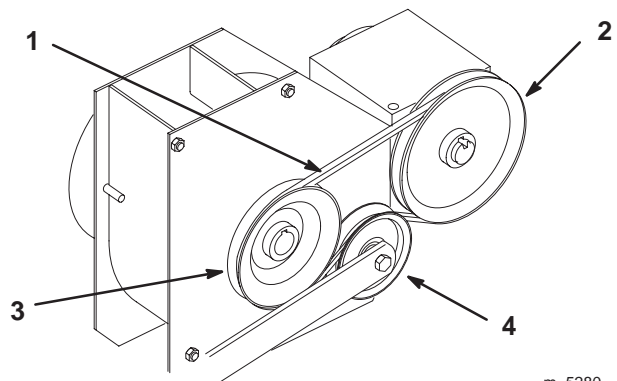

Bild 88
- Ziehen Sie am unter Federdruck stehenden Spannarm hinter dem linken Antriebsrad, um den Treibriemen des Ventilators zu entspannen (Bild 88). Arretieren Sie den Arm im Chassisschlitz.
- Legen Sie einen neuen Ventilator-Treibriemen um die Riemenscheiben am Zapfwellengetriebe und am Ventilator. Lösen Sie dann den unter Federdruck stehenden Spannarm und positionieren den Riemen über der Spannscheibe (Bild 88).
- Prüfen Sie, ob der Riemen mit den Riemenscheiben am Zapfwellengetriebe, Ventilator und der Spannscheibe flüchtig ist (Bild 88).